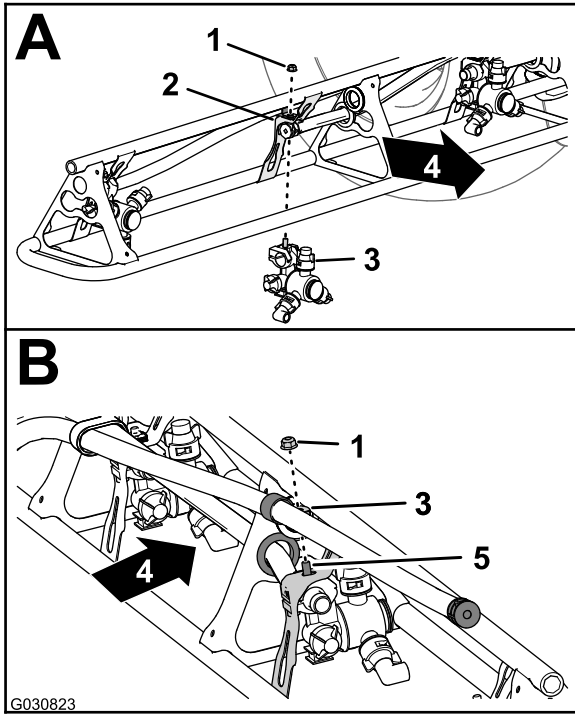

图 131
- 在喷嘴的位置 1 和 4 处使用在 从外侧喷洒段上卸下喷嘴。(页码 45) 的步骤 2 中卸下的凸缘锁紧螺母 $5/16$ 英寸将喷嘴安装到喷嘴固定架 图 131 中的 A 上。
母5/16英寸将喷嘴安装到喷嘴固定架图131中的A和B上。